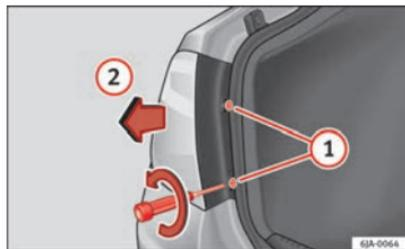

Fig. 162 Dépose du feu arrière sur l'aile
- Tirez l'unité des feux arrière vers l'arrière (⇒ fig. 162 ②) jusqu'à ce qu'il soit possible de retirer le feu de son logement. ■
- Avec le tournevis fourni ou une clé Torx 20 (T20), dévissez (en tournant dans le sens contraire des aiguilles d'une montre) et retirez les deux vis de fixation de la zone avant du feu ⇒ fig. 162 ①, en prenant soin de ne pas les perdre.